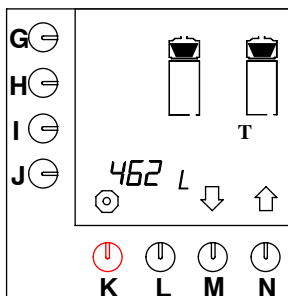

Fig. 50 Contador total del sistema de preparación de café
- Mantenga apretada la tecla de programación (N.)⬆ hasta que en el display aparezca fig. 50 .